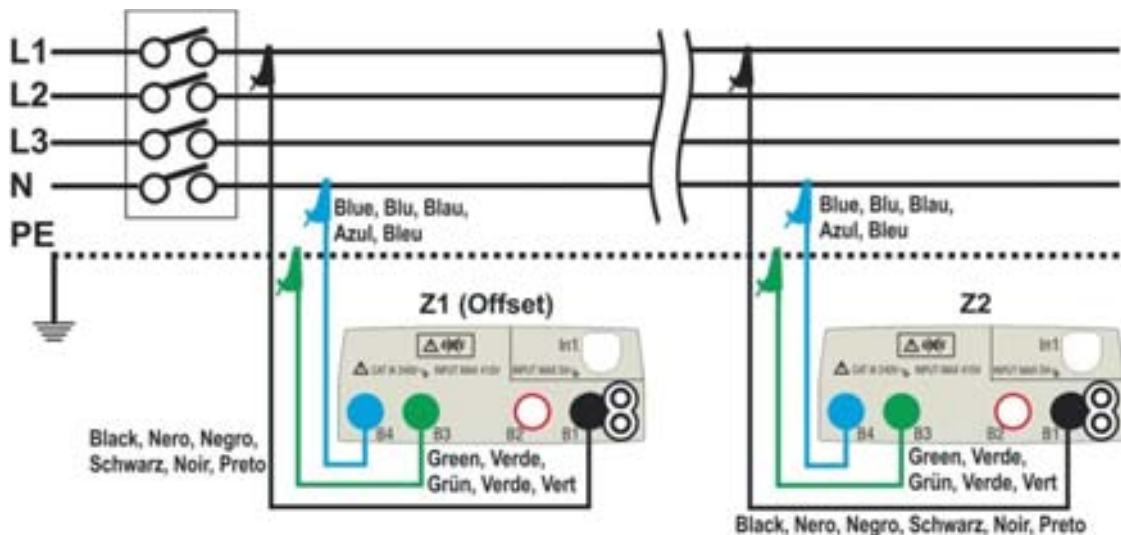
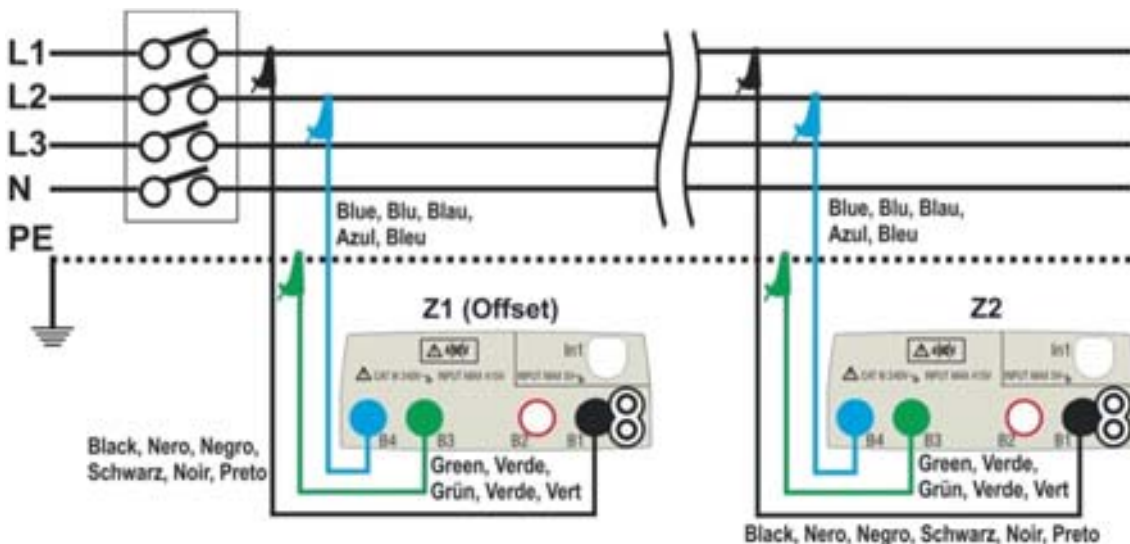

Abb. 34: Verbindung des Gerätes für die Messung des Spannungsfalls in L-N Modus
Abb. 35: Verbindung des Gerätes für die Messung des Spannungsfalls in L-L Modus
6. Gehen Sie zum Punkt 9 falls Sie den Z1 (Offset) Wert manuell eingegeben haben. **Falls Sie den Z1 (Offset) Wert NICHT manuell eingegeben haben**, schließen Sie das Gerät an der Hauptverteilung des zu messenden Stromkreises (üblicherweise direkt hinter der Schutzeinrichtung) in Einklang mit Abb. 34 oder Abb. 35 zur Durchführung der ersten **Z1 (Offset)** Impedanzmessung an. In diesem Fall wird das Gerät die Impedanz am Anfangspunkt der Leitung messen und sie als Bezugswert (Offsetwert) betrachten. Die folgende Bildschirmseite (der L-L Messung) erscheint im Display
9. Schließen Sie das Gerät am Endpunkt der zu messenden Leitung in Einklang mit Abb. 34 oder Abb. 35, um die Impedanzmessung (**Z2**) am Ende der Leitung durchzuführen. Der hier nebenstehende Bildschirm erscheint im Display. Beachten Sie dabei auch den im Display angezeigten vorher gemessenen Offsetwert Z1